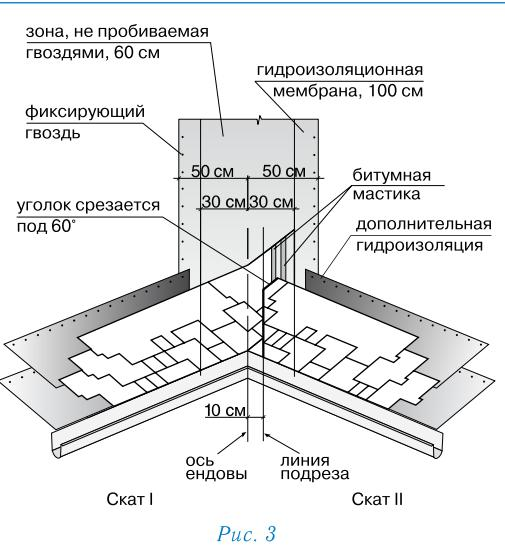

Рис. 3
Ендова (рис. 3)
- лист, подходящий к ендовой со ската II, должен доходить до линии подрезки и обрезаться по ней. Верхний уголок обрезанного края листа подрезается под углом 60° ($5 \times 3 \text{ см}$ — рис. 3);